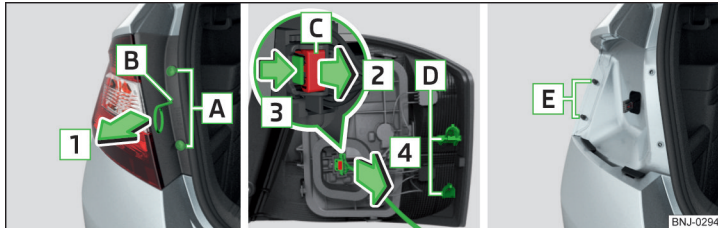

Abb. 291 Leuchte ausbauen / Stecker abziehen
- › Die Schrauben **A** » Abb. 291 mit dem Schraubendreher aus dem Bordwerkzeug abschrauben.
- › Die Verriegelung entgegen der Pfeilrichtung **2** » Abb. 291 sichern.